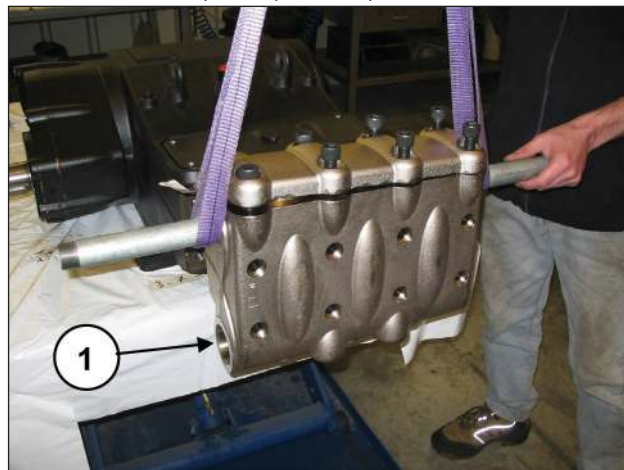
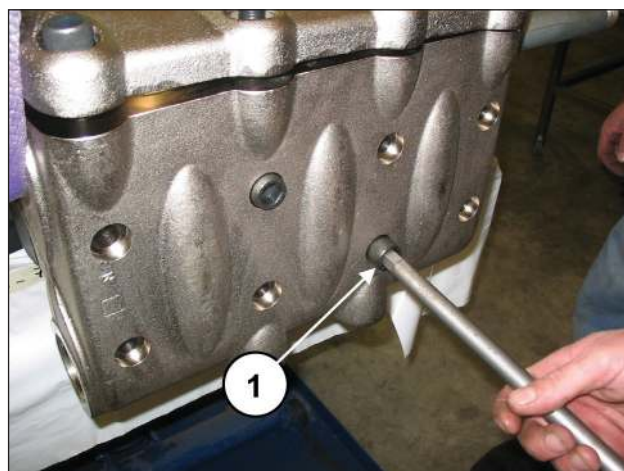

Рис. 117
Рис. 118
Установите головку на картер насоса (поз. ①, Рис. 117), следя за тем, чтобы не ударить поршни, и закрутите 8 винтов M16x180 (поз. ①, Рис. 118).
Затягивайте 8 винтов M16x180, начиная с 4 внутренних винтов перекрестным способом (см. Рис. 117), затем перейдите к 4 внешним винтам, также затягивая их крест-накрест.